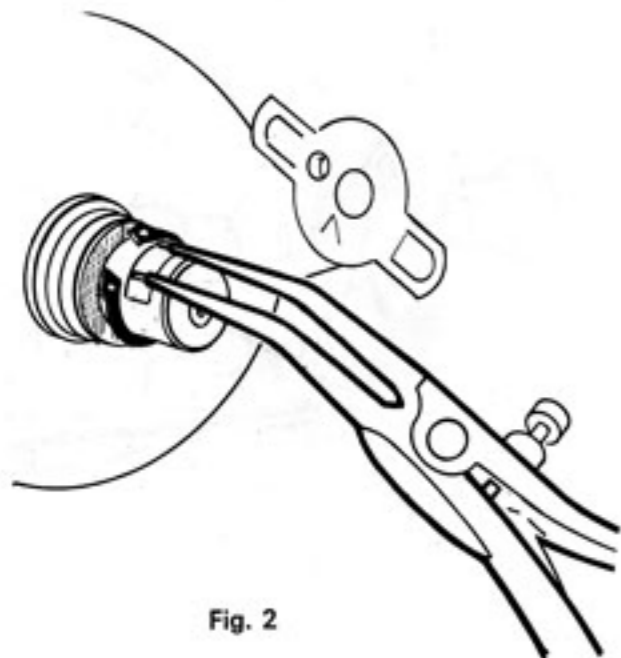

Fig. 2
- Enlever le truarc (pince ouvrante réf. 988) et la joue de poulie (Fig. 2).